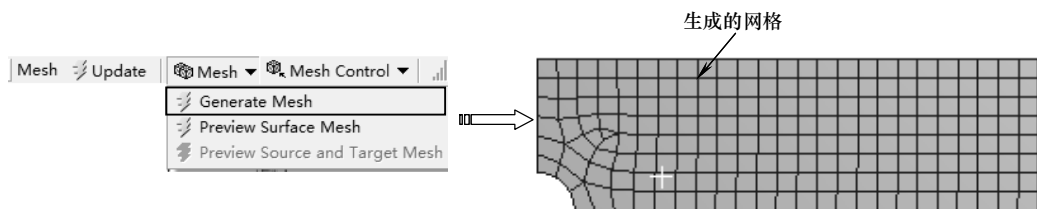

图 5-46 生成网格
4) 在【Outline (分析树)】中选择【Mesh】节点，单击【Mesh】工具栏上的【Mesh (网格)】|【Generate Mesh (生成网格)】命令，将弹出网格生成进度条，表明正在划分网格。当网格划分完成后，进度条自动消失，最终生成效果如图 5-46 所示。